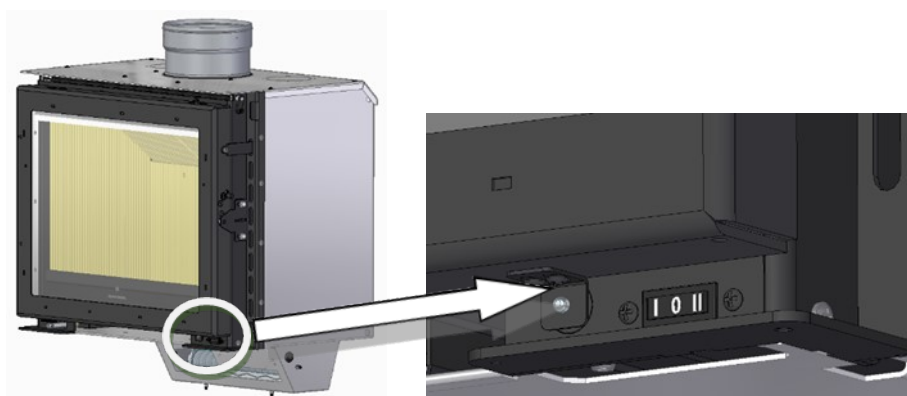

Figure 55 – Réglage de la poignée de porte, fonctionnement par micro-interrupteur
d. Après avoir placé les composants dans l'équipement, vous devez régler l'interrupteur sous la porte, de sorte que la porte, après avoir fermé l'interrupteur, active le micro-interrupteur, voir la figure 55.